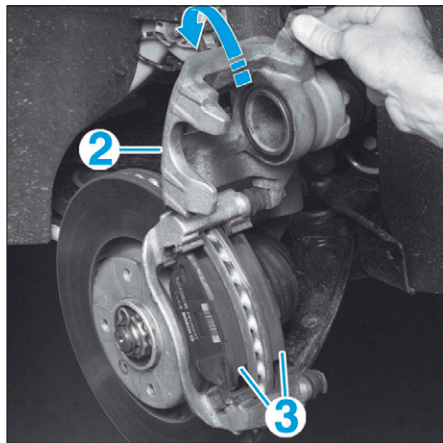

FIG. 3
- Basculer l'étrier (2) et déposer les plaquettes (3) (Fig.3).